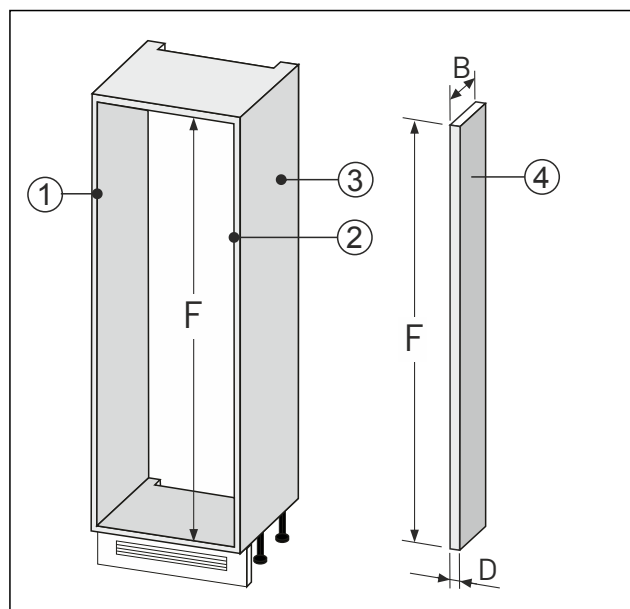

Fig. 87
- Fremstil vægudjævning Fig. 87 (4) efter ovennævnte mål.